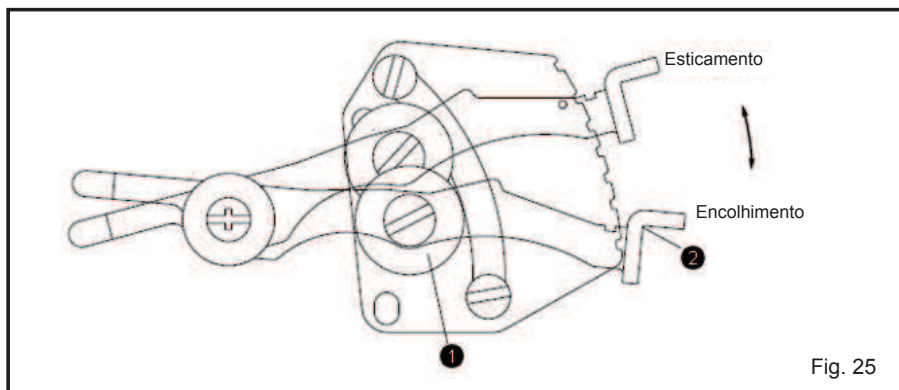

Fig. 25
Solte a porca de ajuste ①. Ajuste a haste de ajuste ②, mover para baixo irá encolher o tecido e mover para cima irá esticar o tecido. Aperte a porca de ajuste ① após a conclusão do ajuste (Fig. 25) (Tabela 3)